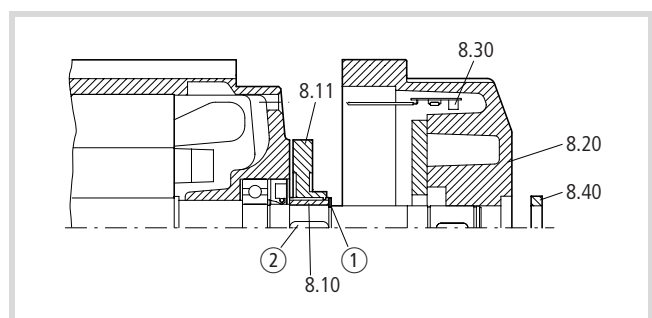

Figure 32 : Moteur avec frein
- ▶ Insérez les clavettes ② pour la pièce d'entraînement du disque (8.10) (→ fig. 32).
- ▶ Montez la pièce d'entraînement du disque (8.10) et bloquez-la à l'aide d'un circlip ①.